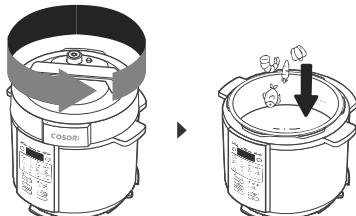

Abbildung 4.1
- Drehen Sie den Deckel gegen den Uhrzeigersinn und heben Sie ihn zum Abnehmen an. Geben Sie die Zutaten in den Innentopf. **[Abbildung 4.1]**